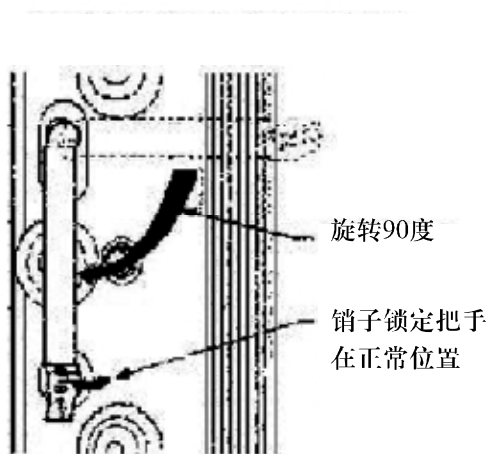

图10. 安装塑料手柄
1. 握住手柄，将手柄后面的短小凸出部分插入电子集尘室的槽中，顺时针旋转90度以使分开的突出与方孔对齐。参见图10。